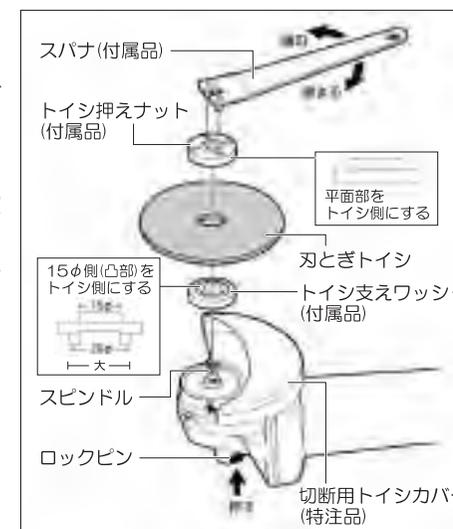

図4
■付属品刃とぎトイシの取付け (図4参照)
- ④スピンドル凸(切欠)部に、トイシ支えワッシャの凸(切欠)部が噛合っていることを、確認してください。